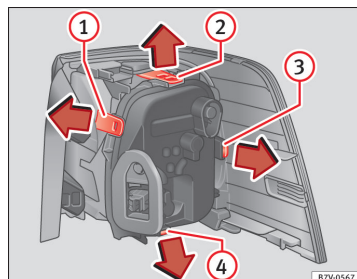

Fig. 214 Baglygte i karrosseriet: afmontering af pæreholder. ① til ④: låsetapper
9.	Tryk låsetapperne ⇒ Fig. 214 ① til ④ i pilens retning for at løsne pæreholderen.